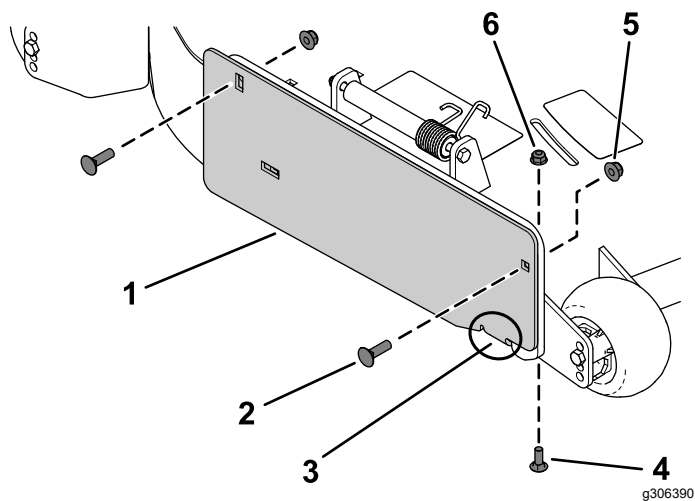

Figura 3
1. Fissate la piastra di copertura dello scarico sul lato esterno della staffa di montaggio utilizzando 2 bulloni a testa tonda (3/8" x 1 1/4") e 2 dadi di bloccaggio (3/8") come illustrato nella Figura 3.
2. Fissate l'aletta sul lato interno del piatto di taglio utilizzando 1 bullone a testa tonda (5/16" x 7/8") e 1 dado flangiato (5/16") come illustrato nella Figura 3.